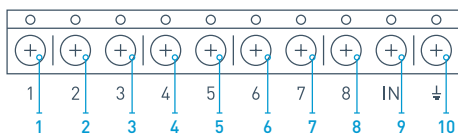

Рис. 17. Основные выходы и вход IN приемника
6.2. При помощи обычных проводов выходы приемника (Рис. 17, 18) соединяются с входами централи сигнализации. Таким образом выходы приемника становятся аналогом обычных проводных датчиков для входов централи. При сработке беспроводного датчика, он отправляет сигнал на приемник осBridge, который обрабатывает его и размыкает (по умолчанию, также выход может быть настроен на замыкание) соответствующий датчику проводной выход. Централь сигнализации воспринимает размыкание выхода как размыкание шлейфа датчика и выдает тревогу. Если указано, что зона централи должна иметь сопротивление между выходом приемника и зоной централи, следует последовательно включить резистор с номиналом, соответствующим инструкции к централи. **При подключении проводов соблюдайте полярность!**
6.3. Выходы с номерами 1–8 (Рис. 17) соответствуют 8 условным основным охранным зонам.